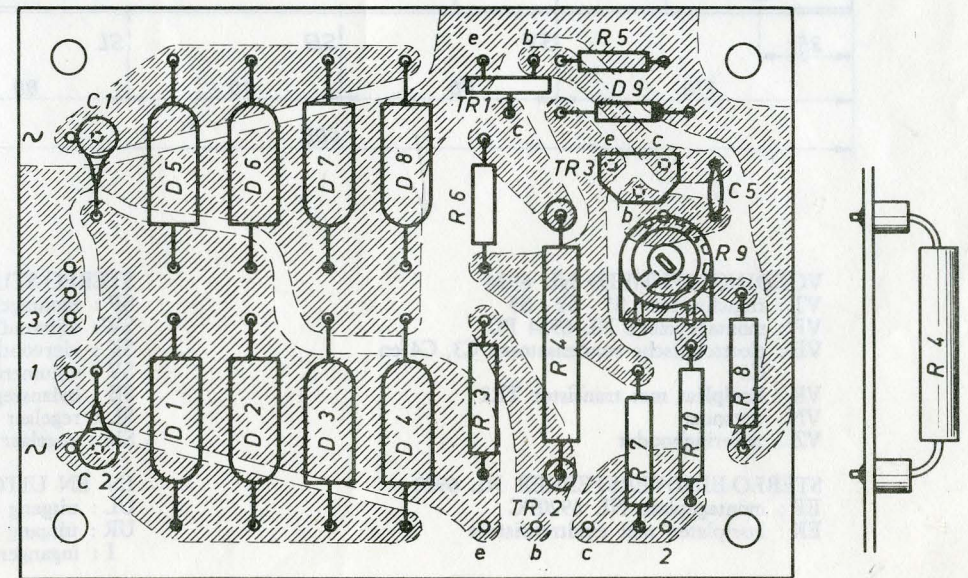

Fig. 2
2. Monteer dan de montageplaat met gedrukte bedrading aan de hand van de montage-tekening (fig. 2).